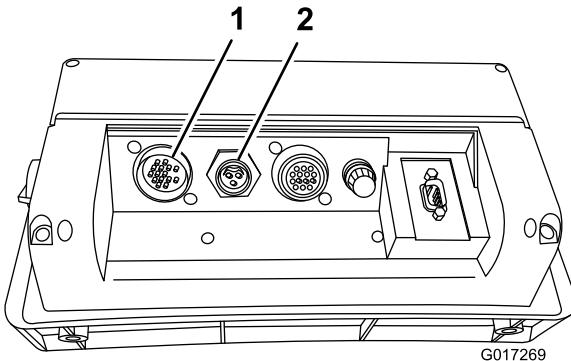

Figure 3
6. Branchez les câbles dans les entrées correspondantes à l'arrière de l'ordinateur de console (Figure 3) et fixez-les en tournant les bagues de verrouillage.